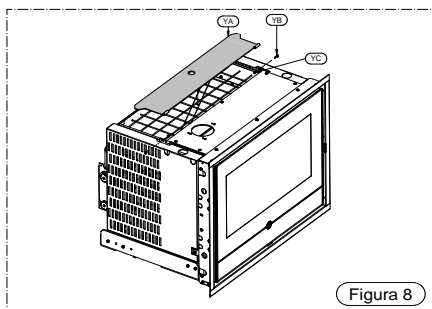

Figura 8
- Rimuovere la lama YA agendo sulle viti YB e i dadi YC (Figura 8).